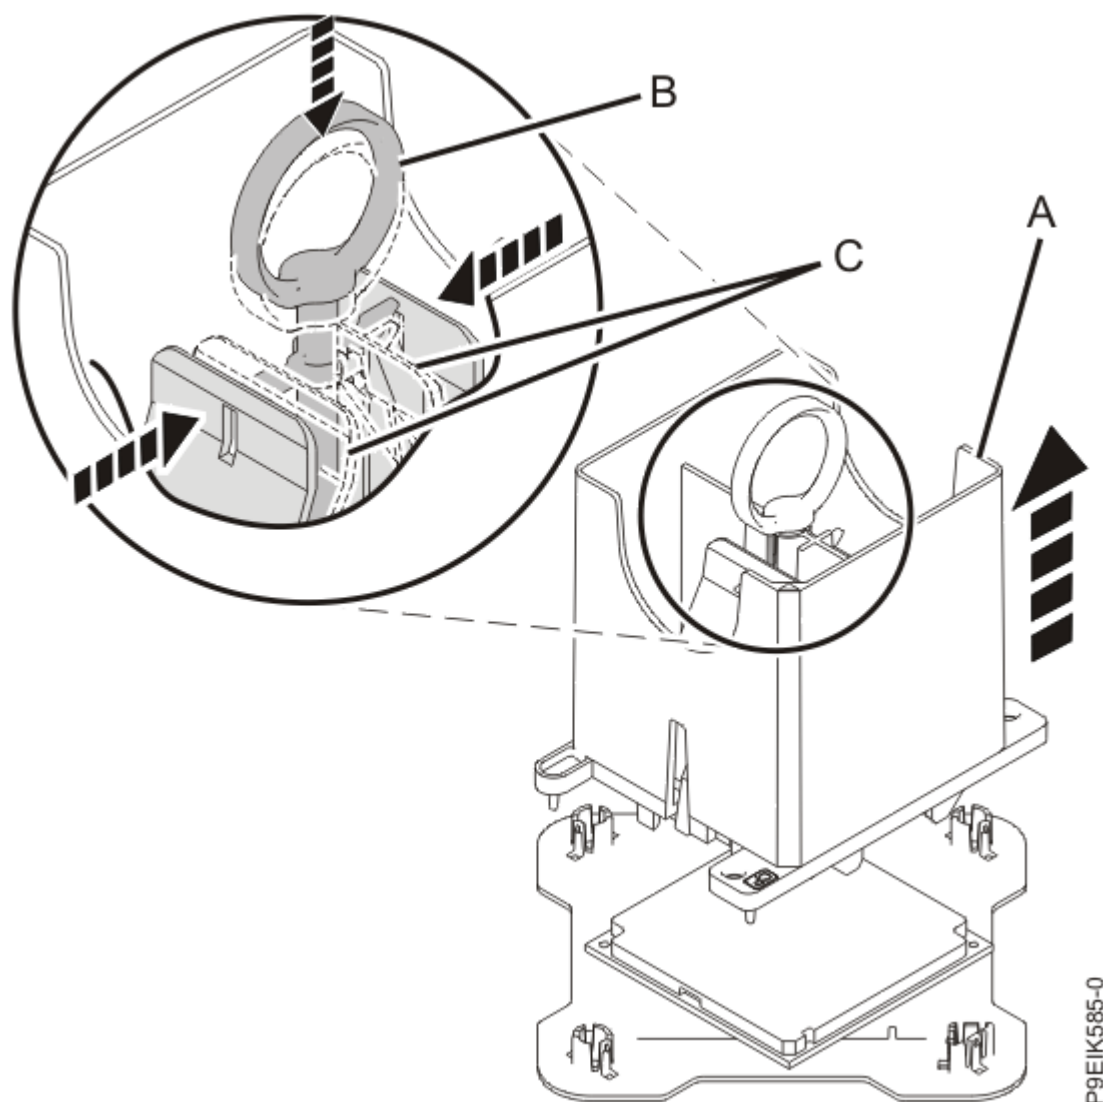

Figura 13. Cómo liberar el módulo del procesador del sistema de la herramienta
7. Libere el módulo del procesador del sistema empujando el anillo **(B)** hacia abajo. Sostenga el anillo **(B)** hacia abajo mientras presiona las pestañas azules **(C)** hacia dentro, tal como se muestra en la Figura 13 en la página 16. Asegúrese de que el anillo se engarza en los agujeros de las patillas azules y que éstas queden bien fijadas.